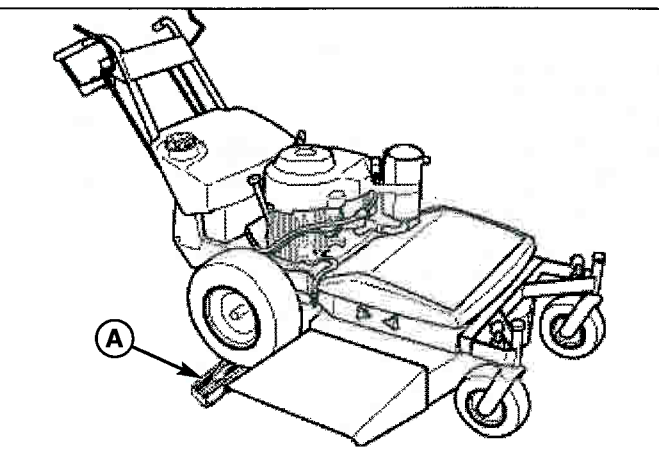

Figure 4. Soulèvement de l'arrière de la machine
2. Stationner la tondeuse et placer les pneus arrière entre des blocs de bois de 2 x 4 pouces ou stationner la tondeuse sur une surface légèrement inclinée (voir la Figure 4).